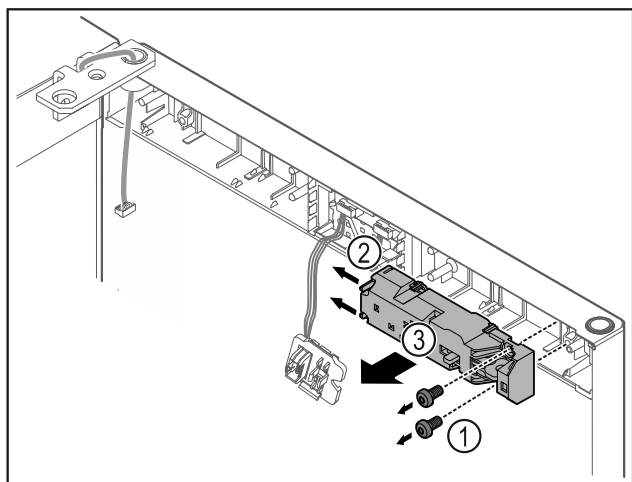

Fig. 12
- Odstraňte šrouby Fig. 12 (1).
- Nosy zářezky Fig. 12 (2) stlačte na stranu a sejměte dálkový zámek Fig. 12 (3).